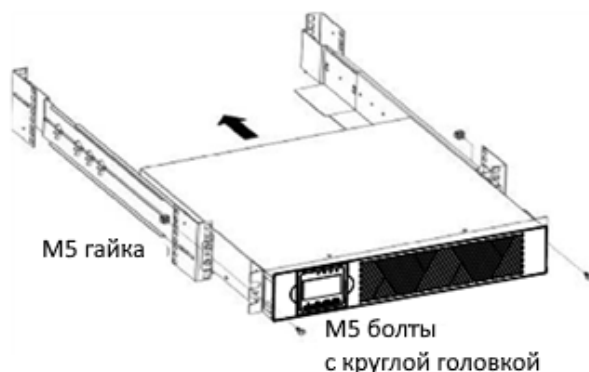

Рисунок 7. Установка и крепление ИБП в стойке
9. Задвиньте ИБП в стойку (Рисунок 7).
10. Закрепите ИБП к рельсам с помощью винтов с потайной головкой (Рисунок 7).